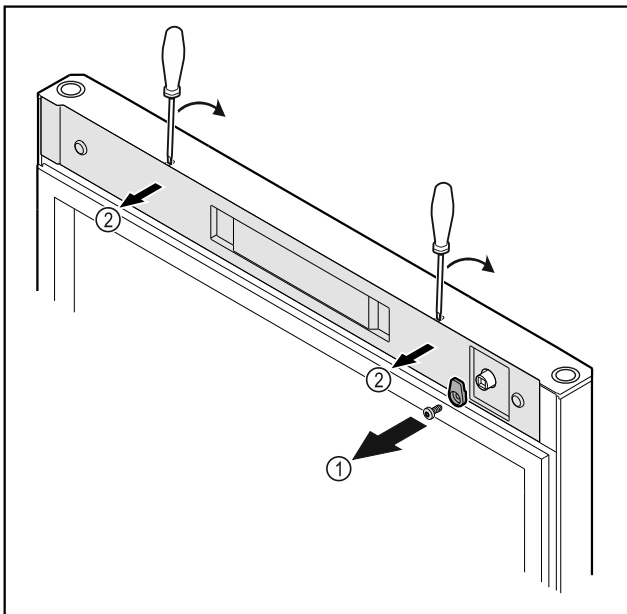

Fig. 11
- ▶ Csavarja le a reteszelő kampót Fig. 11 (1).
- ▶ Pattintsa ki a burkolatot Fig. 11 (2) egy csavarhúzó segítségével, és vegye le.